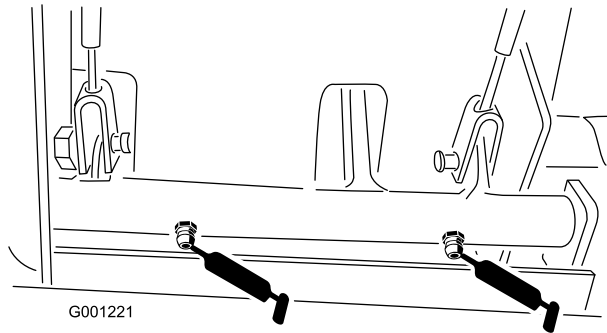

Figure 41
- Bagues de pivots de frein (Figure 41)
- Câbles de freins (côtés pédales de frein et roues motrices) (Figure 41)